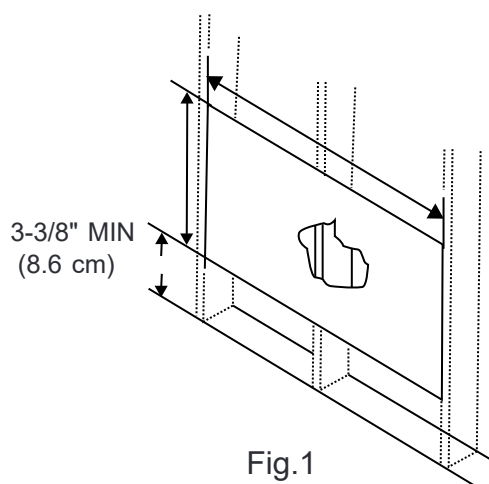
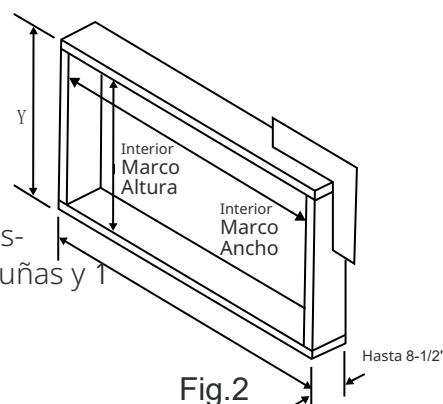

Fig.1
Fig.2
3. Mida entre los bordes interiores de cada segundo montante como se muestra en la Fig.1.
Mida cuidadosamente y corte una abertura con las siguientes dimensiones según su modelo. Ver Fig.1 y Fig.2.